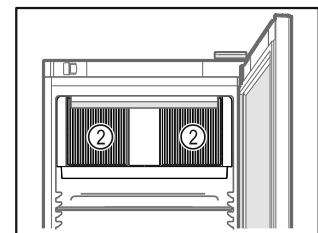

Fig. 72
- Hoidke ringlusõhupuhuri ventilatsioonipilud Fig. 72 (2) siseruumis vabad.